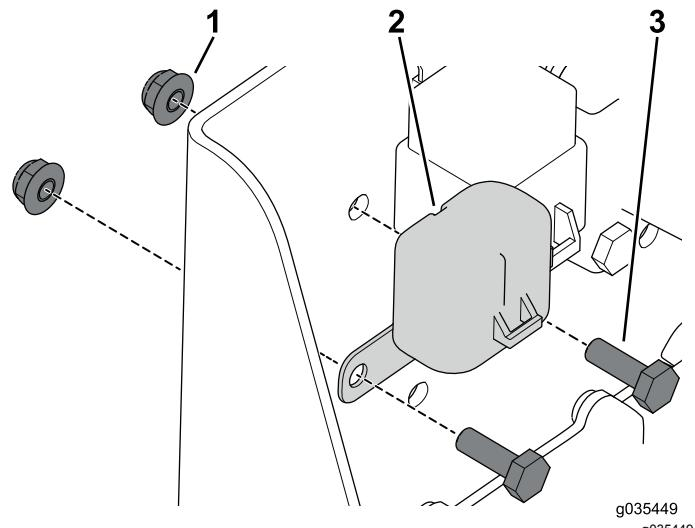

Figura 14
5. Utilize os dois parafusos (1/4 x 3/4 pol.) e as porcas flangeadas para prender a tampa do fusível (Figura 14).